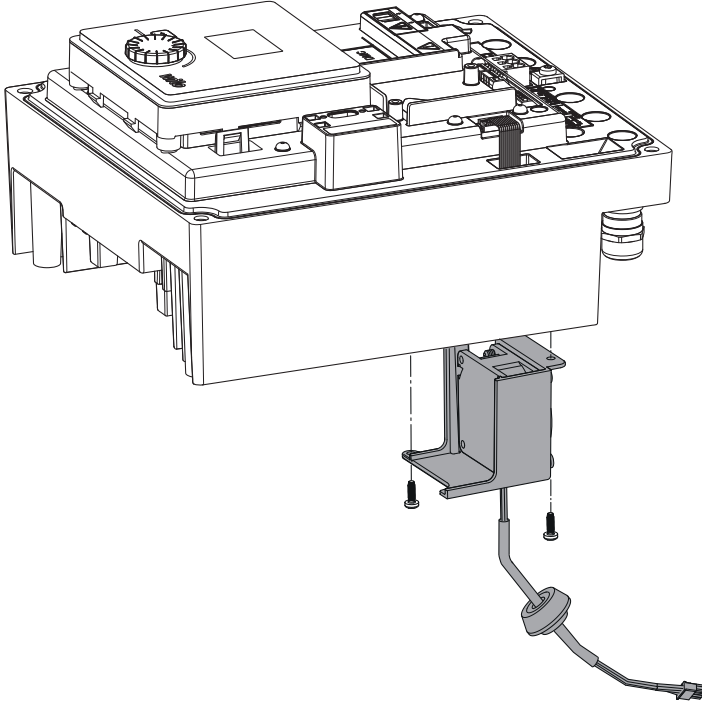

Fig. 48: إزالة مروحة الوحدة، بما في ذلك الكابل والختم المطاطي
- ← أزل مروحة الوحدة وفك الكابل مع الختم المطاطي من الجزء السفلي للوحدة (Fig. 48).